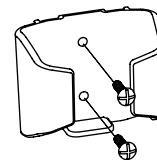

Fig. 23
Étape 1: Choisissez un emplacement pour installer votre support de la télécommande, vous pourriez installer le support comme indiqué. (Fig. 23)